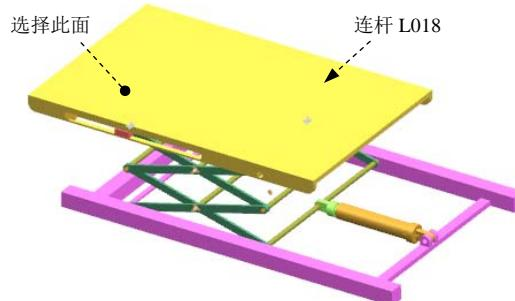

图 10.5.30 定义参照对象
(1) 选择命令。选择下拉菜单 **插入(S)** → **标记(M)...** 命令，系统弹出“标记”对话框。
(2) 在系统 **选择连杆来定义标记位置** 的提示下，选择图 10.5.30 所示的连杆 L018，在 **\* 指定点** 右侧的下拉列表中选择 选项，然后选择图 10.5.30 所示的面；单击 **\* 指定 CSYS** 右侧的“CSYS 对话框”按钮 ，在系统弹出的“CSYS”对话框 **类型** 下拉列表中选择 动态 选项，单击 **确定** 按钮。
(3) 采用系统默认的显示比例和名称，单击 **确定** 按钮，完成标记的创建。